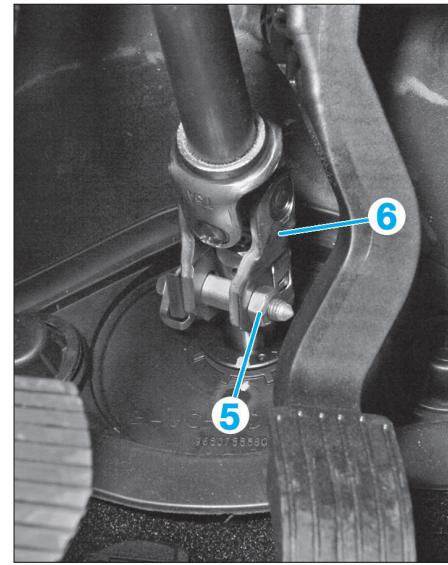
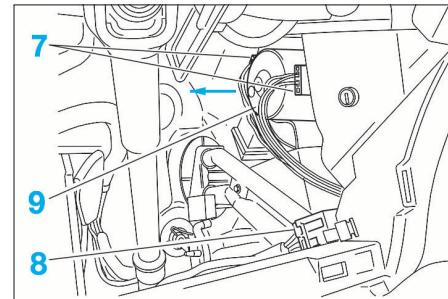

FIG. 11
FIG. 12
- Déposer les fixations (2) puis le flasque de console (3).
- Déposer la garniture sous volant (4) en la déclipsant vers le bas.
- Déposer le clip de sécurité bloquant la vis (5) (Fig.11).
**! Verrouiller l'antivol de direction, roues droites. Ne le déverrouiller qu'après repose de la vis (5).**
- Déposer la vis (5).
- Basculer la rotule (6) pour la désaccoupler.
- Suivant équipement, débrancher les connecteurs électriques (7) (Fig.12).
- Déclipper le connecteur électrique (8) de la planche de bord.
- Déverrouiller le motoventilateur (9) en le faisant tourner dans le sens des aiguilles d'une montre.